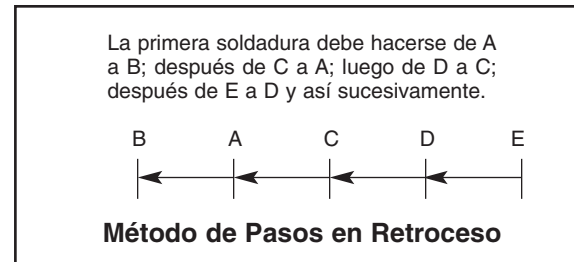

FIGURA 26
3. Al soldar una placa de metal de calibre 16 (1.5 mm) o más ligera, la acumulación de calor puede ocasionar deformaciones y quemaduras. Una manera de eliminar estos problemas es utilizar el método de pasos en retroceso que se muestra en la Figura 26.